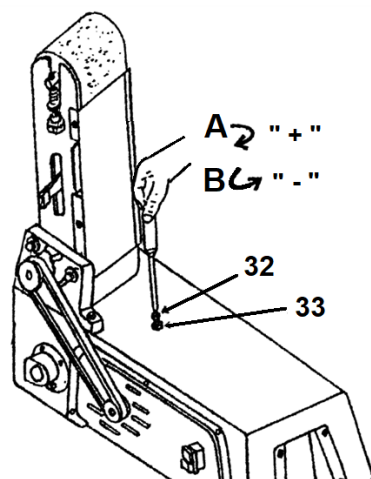

Abbildung 10-1: Keilriemen spannen
Die Mutter (33, Abb. 10-1) lösen und mit der Schraube (32) die Keilriemenspannung einstellen. Drehen im Uhrzeigersinn (+) spannt den Keilriemen, drehen im Gegenuhrzeigersinn (-) löst den Keilriemen.